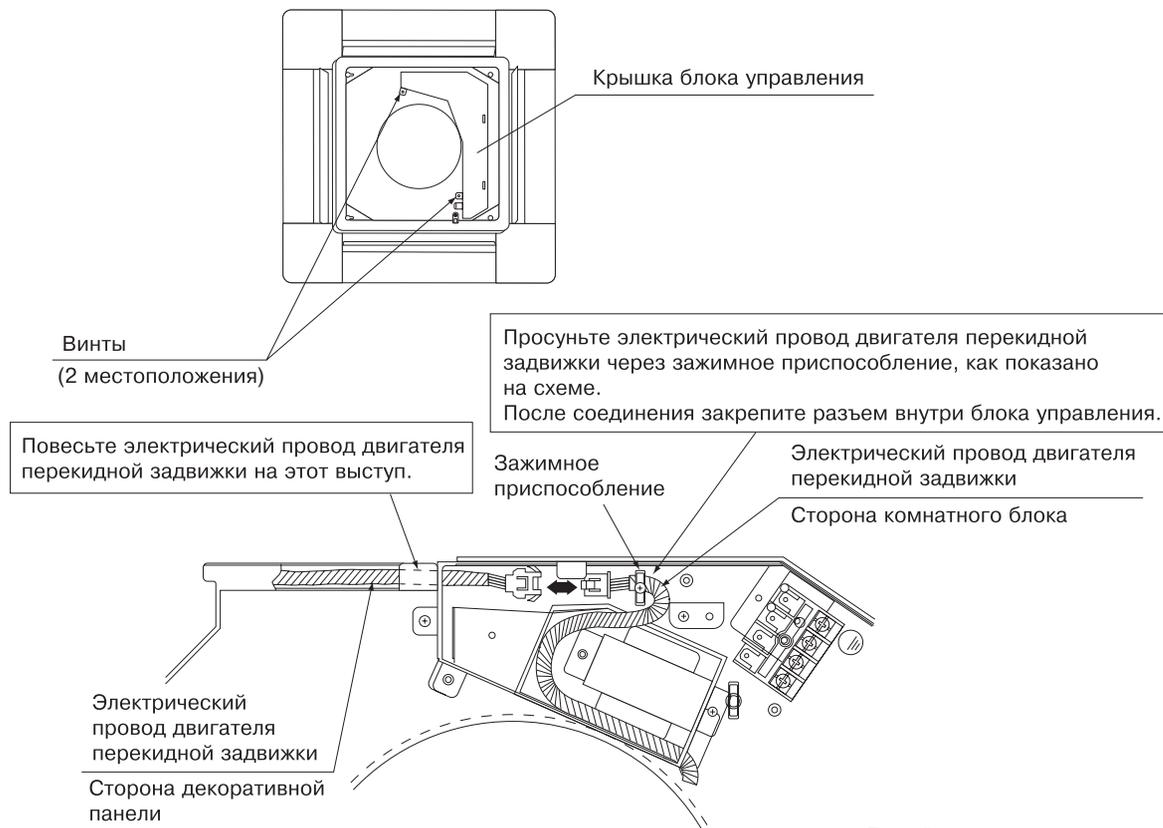

Рис. 8
### (3) Подключение панели отделки (См. рис. 8)